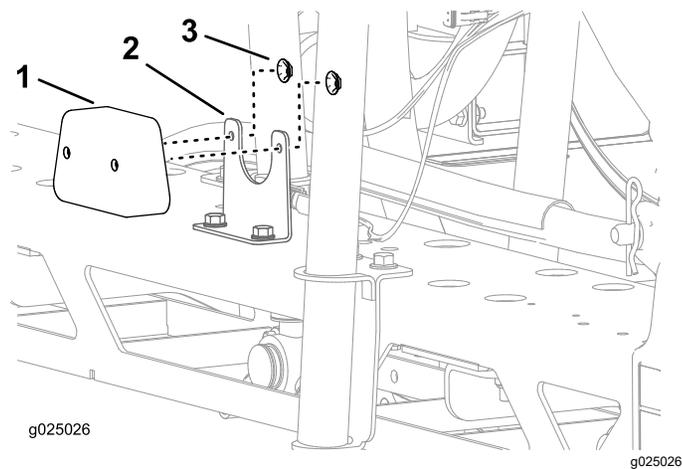

Figura 2
3. Allineate il gruppo luci posteriori alla relativa staffa e fissate il gruppo con i 2 dadi in acciaio stampato come mostrato nella Figura 2.